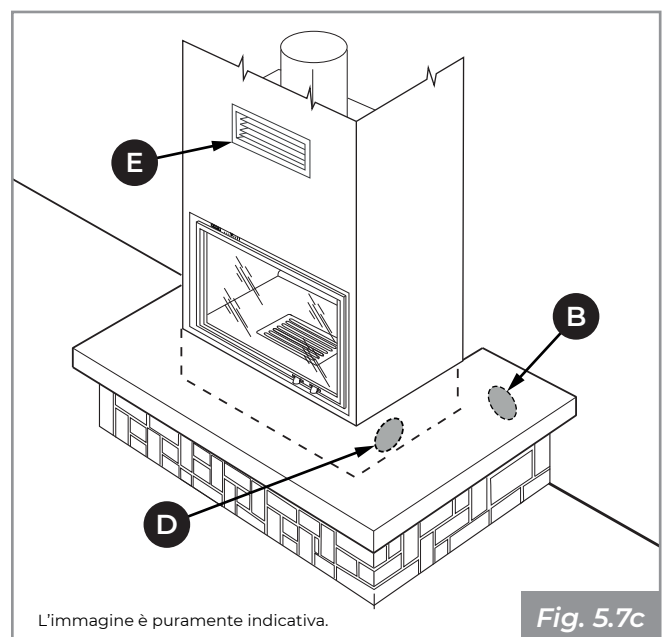

Fig. 5.7c
- **(Fig. 5.7c):** presa d'aria esterna **(B)** realizzata internamente al rivestimento.